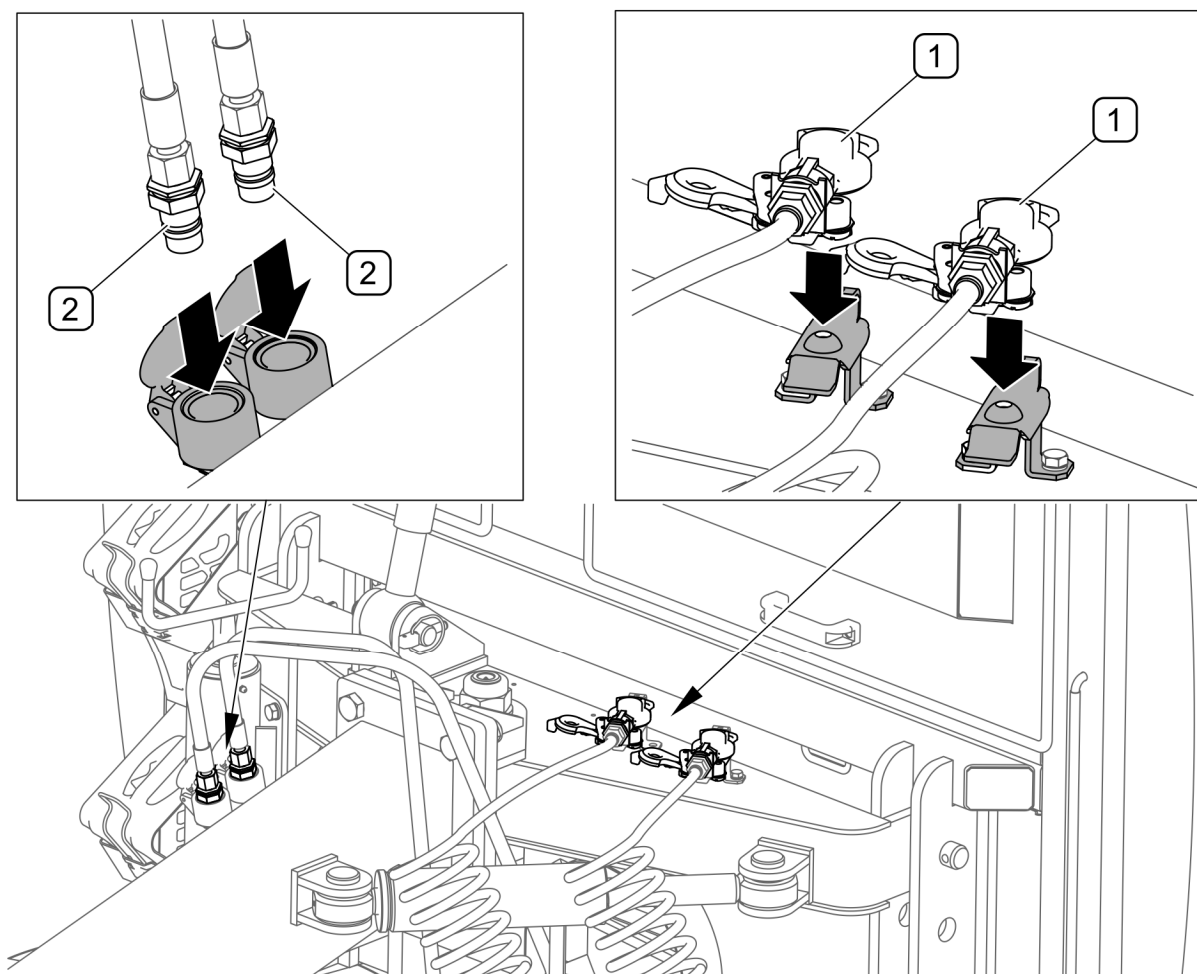

РИСУНОК 4.16 Захист штекерів після від'єднання від трактора
- Вставити заглушки гідравлічних гнізд системи керування дишлом у запобіжні гнізда (РИСУНОК 4.16)
- Штекери пневматичних гнізд закріпити в кронштейнах на дишлі (РИСУНОК 4.16)